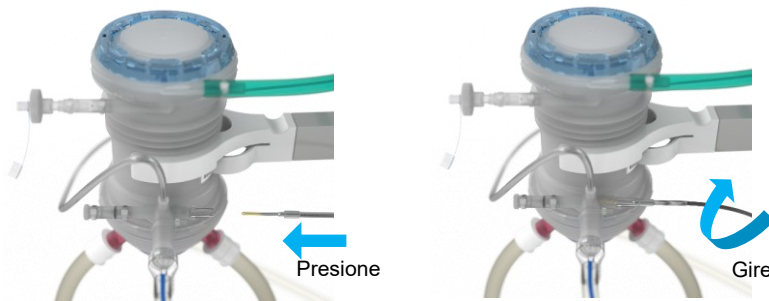

Figura 15 Conexión del sensor de temperatura al oxigenador
- Conecte el sensor HA T1 rojo a la salida del oxigenador HA y el sensor PV T1 rojo a la salida del oxigenador PV (véase la Figura 15).